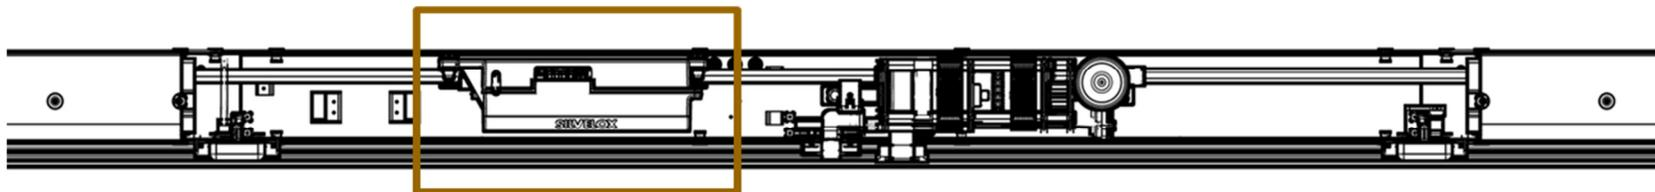
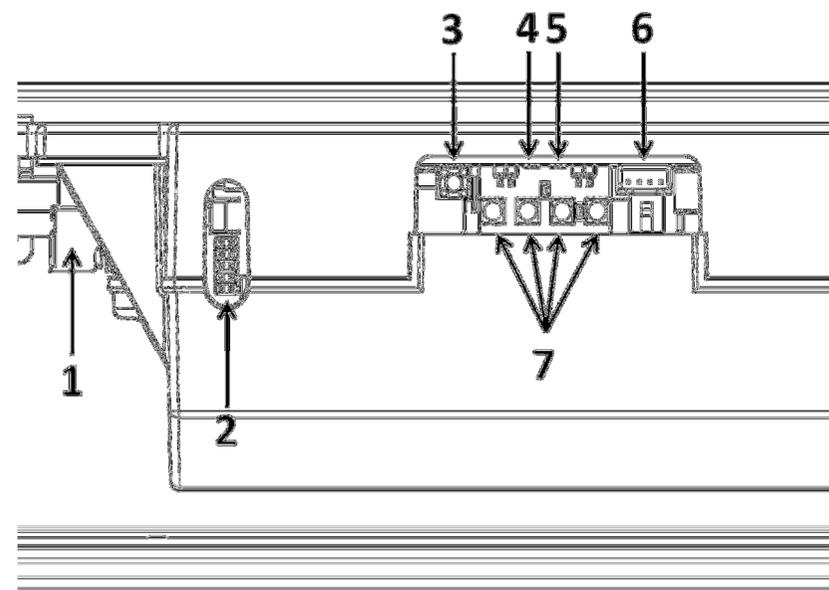
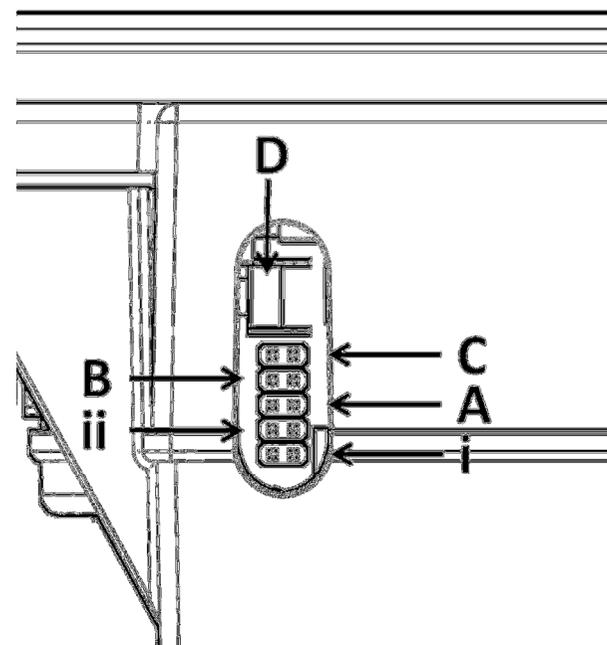
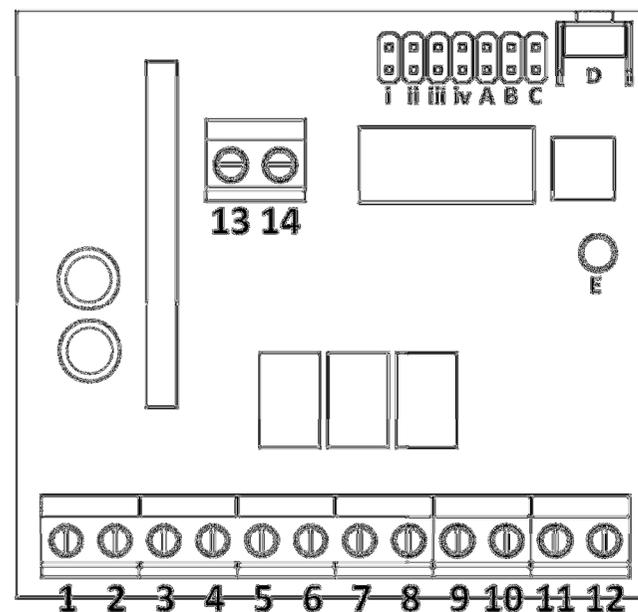

Figura 4-1
Figura 4-2
Figura 4-5
Figura 4-6
Le connessioni elettriche e i componenti elettronici sono racchiusi nella scatola della centralina, visibile immediatamente sulla traversa una volta rimosso la copertura centrale (Figura 4-1). Le connessioni/i componenti elettrici sono elencati in Tabella 4-1, facendo riferimento a Figura 4-2.
I dispositivi di sicurezza e/o gli accessori devono essere collegati alla morsettiera di Figura 4-2, numero di riferimento 1. Una vista in dettaglio della morsettiera è presentata in Figura 4-3 e la descrizione dei contatti è fornita in Tabella 4-2. Per facilitare la connessione dei cavi è possibile rimuovere la morsettiera dalla sua sede e riporla al suo posto una volta che le connessioni sono state eseguite. In Sezione 4.3 il diagramma dei cablaggi può aiutare a visualizzare le connessioni.
- Tenere premuto per 3 secondi il pulsante di controllo del TCA (Figura 4-2, numero di riferimento 3); il LED della diagnostica (Figura 4-2, numero di riferimento 4) lampeggerà 2 volte;
- Il LED della diagnostica (Figura 4-2, numero di riferimento 4): lampeggia (colore rosso) in caso di anomalie elettroniche;
- Il LED dell'alimentazione (Figura 4-2, numero di riferimento 5): si accende (colore verde) una volta che la porta è connessa alla rete elettrica;
- I LED della luce di cortesia (Figura 4-2, numero di riferimento 7): sono un gruppo di 4 LED bianchi; una volta che la porta è attivata, si accendono e rimangono accesi per un minuto (impostazione di fabbrica; modificabile da iOSApp, contattare un tecnico accreditato) dopo che la manovra è completata.
I controlli del ricevitore bicanale sono accessibili dallo spioncino della scatola centralina (Figura 4-2 numero di riferimento 2). In Figura 4-5 sono presentati in dettaglio, con la relativa descrizione in Tabella 4-3. Il ricevitore ammette un massimo di 150 trasmettitori. Per attivare il secondo canale, collegare i cavi del dispositivo esterno ai contatti 11-10 della morsettiere CN2 (Figura 4-3).
Il ricevitore quadricanale ad autoapprendimento per esterno è inserito in un contenitore in plastica ABS per un'ottimale protezione dagli agenti atmosferici. Permette quindi, se abbinato con il ricevitore bicanale incorporato nella porta per garage, il massimo numero possibile di utenze controllabili a distanza. In Figura 4-6, Tabella 4-4 e in Tabella 4-5 si trovano le descrizioni dei contatti presenti nella morsettiera del ricevitore quadricanale.
La modalità di funzionamento preimpostata al sistema trasmettitore-ricevitore é di tipo normale (ad impulso). In altre parole, premendo e tenendo premuto uno dei pulsanti del trasmettitore si determina sul ricevitore la chiusura del relè, mentre rilasciando il pulsante si determina l'apertura del relè. In alcune situazioni risulta però preferibile effettuare la chiusura e l'apertura di un relè attraverso due pressioni sequenziali sul pulsante del trasmettitore, in particolare quando lo si voglia utilizzare per l'accensione di una lampada di illuminazione. Questo tipo di funzionamento é denominato ON/OFF. Per attivarlo é necessario agire sul ricevitore, inserendo in maniera permanente il cavaliere nel ponticello corrispondente al relè di cui si vuole cambiare la modalità di apertura/chiusura (vedi Figura 4-5 e Figura 4-6).
ATTENZIONE! Non lasciare inserito in maniera permanente il cavaliere sul ponticello “i” di Figura 4-5 del ricevitore bicanale.
Tale procedura si attiva inserendo in maniera permanente il cavaliere nel ponticello “B” del ricevitore (vedi Figura 4-5 e Figura 4-6). In questo modo non é più possibile effettuare procedure quali ad esempio l'inserimento di un codice a distanza, l'ON/OFF e la cancellazione di un codice.
- Inserire il cavaliere sul ponticello “i” del ricevitore (vedi Figura 4-5).
- Premere e tenere premuto il tasto (1) del trasmettitore.
- In caso di utenze gestite dal secondo canale del ricevitore, ripetere le operazioni precedenti per il ponticello “ii” e il tasto (2).
- Inserire il cavaliere sul ponticello “i” del ricevitore (vedi Figura 4-6).